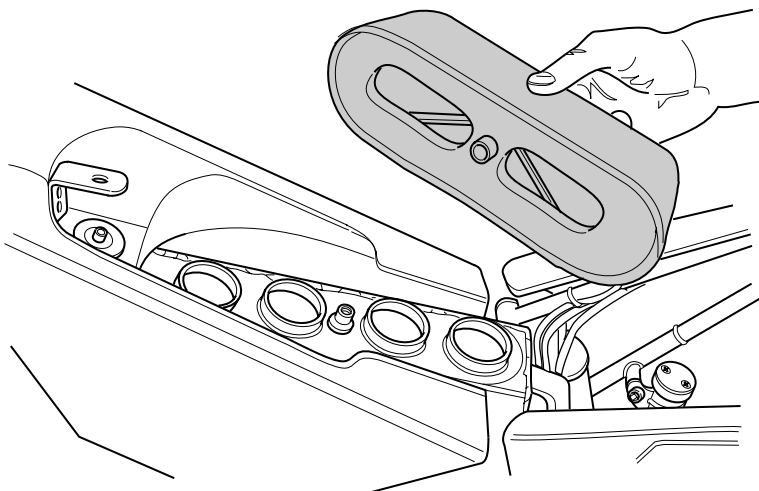

Fig. 14
2. Allentare il filtro dell'aria (Fig. 14).
2. Remove the air cleaner (Fig. 14).
2. Das Luftfilter abbauen (Abb. 14).
2. Déposez le filtre à air (Fig. 14).